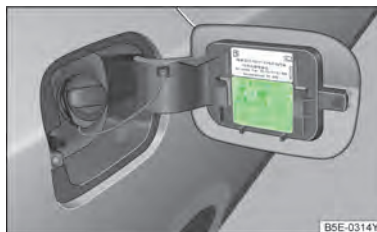

图 176
- 4、根据汽车负荷和驾驶需要适当调整轮胎气压，可按照轮胎气压标牌» 图 176，见第 145 页上的信息对轮胎气压进行调整。
夏季轮胎的充气压力在油箱盖板内侧标明» 图 176。